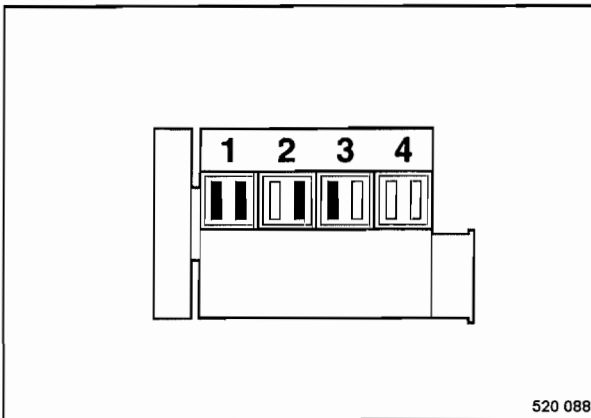

Fig. 82
- Girar el motor con el arrancador hasta ambas válvulas "solapan" en el cilindro 4 (Fig. 82) (una vuelta de la manivela por 360°).
Las válvulas marcadas en negro (Fig. 82) se pueden comprobar y ajustar.